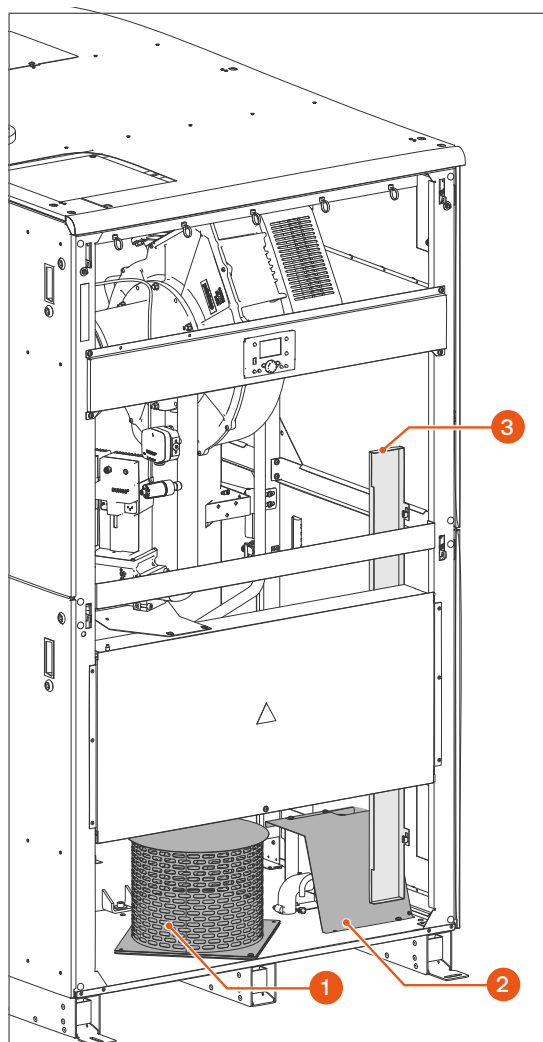
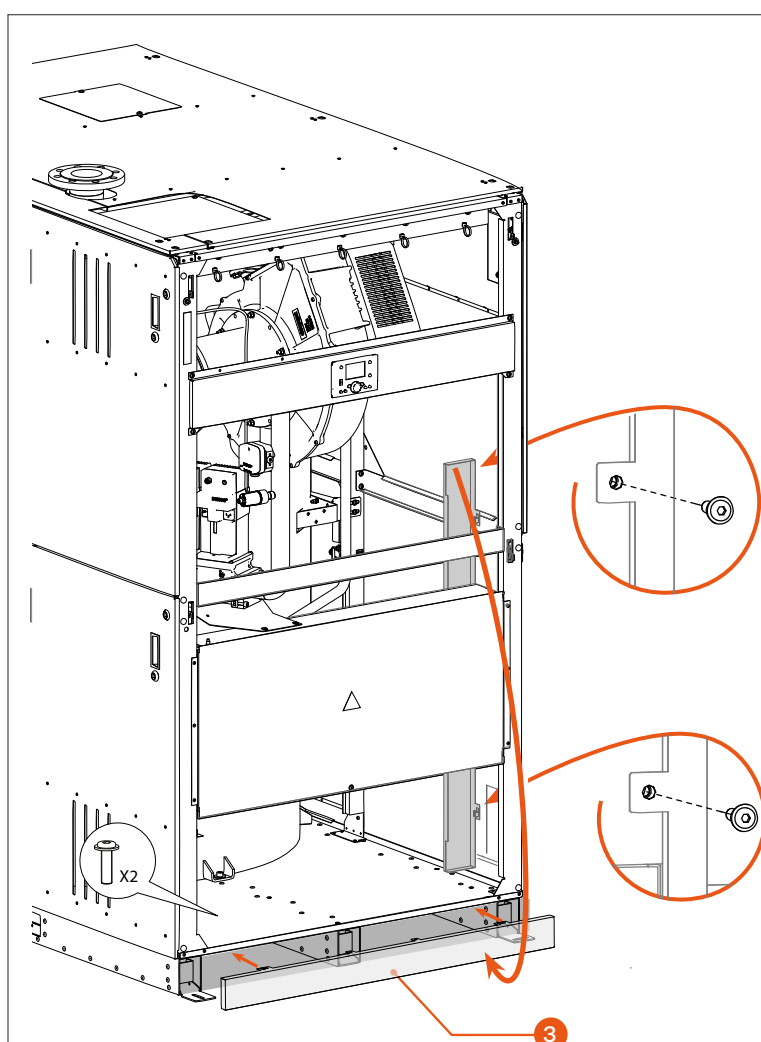

Fig. 11. Posizione dei componenti durante il trasporto
Fig. 12. Pannello anteriore inferiore - Prima installazione
6. Rimuovere i seguenti componenti dalla loro posizione per il trasporto. Vedere **Fig. 11 seguito**:
- ▶ Collegamenti ingresso aria (1)
- ▶ Sifone scarico condensa (2)
- ▶ Pannello anteriore inferiore (3)
7. Svitare la viti di fermo con una chiave a brugola misura 4 e rimuovere i collegamenti ingresso aria (1) e il sifone scarico condensa (2) dalla loro posizione per il trasporto.
8. Utilizzando una chiave a brugola misura 4, rimuovere le due viti di fissaggio. Conservare le viti per la reinstallazione. Vedere **Fig. 12 seguito**.
9. Rimuovere il pannello anteriore inferiore (3) dalla sua posizione per il trasporto e montarlo nella sua sede con le 2 viti trattenute.